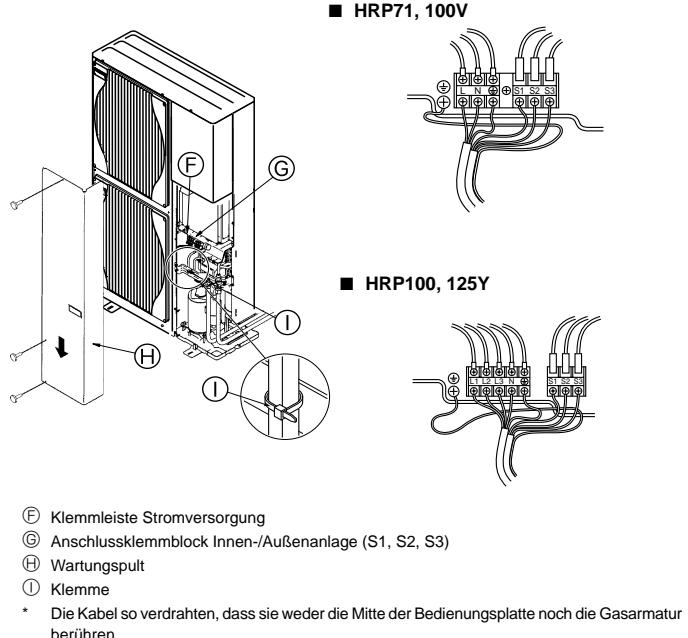

Fig. 6-1
6.1. Außenanlage (Fig. 6-1, Fig. 6-2)
- (A) Innenanlage
- (B) Außenanlage
- (C) Fernbedienung
- (D) Hauptschalter (Unterbrecher)
- (E) Erdung